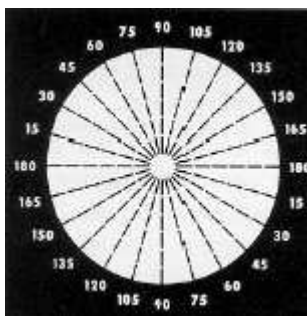

Рис.28
Д) Поверните вращающуюся шкалу цилиндрической линзы (14), для изменения С .00, -.25, -.50, каждую линию видно одинаково. При -.50 таблицу видно, как показано на рис.28.